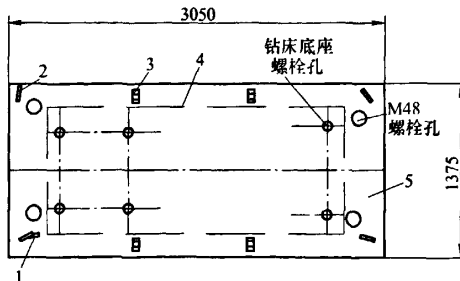

图2 大底板基础平台
(1) 现场搭建安全扶梯,保证安全进出。
(2) 下料大钢板一块,厚度为 50mm,长宽为 3 050mm×1 375mm,放在压力框架底面,将长边靠在压力框架的一边。另下两块 74mm×2 500mm×30mm 小钢板,放在压力框架的两个三角上面,每块小钢板分别用 2 个 M48×1 160mm 高强度双头螺柱和螺母将大钢板拉紧固定,在大钢板底面用 5 个 32t 千斤顶辅助支撑,在大钢板与压力框架相近的内侧面位置,焊接四个小立板,在小立板与压力框架之间用的 140mm×70mm、斜度 20:1 的斜铁塞紧,使大钢板稳固,这样就组成一个机床基础平台(见图 2)。
(3) Z3050×16/1 钻床用麻绳捆绑,在绳索与机床表面接触处垫以胶皮等软性物品,避免擦伤机床,按照正确方法吊到货车上安全运到现场。
(4) 现场根据实际情况用划针样冲划线, 划好钻床安装孔位置, 并用气割割出, 将 Z3050 × 16/1 钻床安全吊到所安放好的钢板上, 钻床立柱靠近所需要加工的螺纹孔位置, 便于加工。用 6 个 M24 × 160mm 六角头螺栓安装把紧钻床底座到基础大钢板上, 在底座的四周也用斜铁与底板固定, 如图 2 吊钩板位置可用斜铁塞紧, 也可另焊小立板。接着用斜铁和厚度为 3mm、长宽为 95mm × 190mm 刹砖板调整钻床主轴与压力框架的垂直度, 量具用 160mm × 100mm、315mm × 200mm 的 90° 宽座角尺进行找正钻床主轴。
(5) 在划好线的孔的位置用固定顶尖对准划好线的样冲眼找正, 然后锁紧钻床, 退下固定顶尖, 换上 35mm、42.7mm 钻头, 依次钻孔扩孔, 加工采用自动进给, 能保证刀纹细、均匀, 也可以提高底孔的表面质量, 加工中以停止进给、主轴转动进行断屑。在 φ42.7mm 底孔快要钻穿时, 减少进给量。如果采用自动进给的, 改成手动进给。避免当钻心刚钻穿框架材料时, 轴向阻力突然减少, 由于钻床进给机构的间隙和弹性变形的突然回复, 将使钻头以很大的进给量自动切入, 以至造成钻头折断或钻孔质量降低。用手动进给操作时, 由于已经注意减少进给量, 轴向阻力较小, 这种现象就可以避免, 孔的质量得以保证。钻孔时用喷壶喷出切削液进行冷却和润滑, 来延长钻头的寿命和提高钻孔质量, φ42.7mm 钻头钻出的孔即为 M48 螺纹的底孔。
(6) 用固定绞手换上 M48 丝锥头锥进行攻螺纹切削余量, 初步形成牙型, 在丝锥方榫后端用固定顶尖进行顶住施加压力 (固定顶尖装在钻床的主轴上), 来保证丝锥与框架上表面垂直, 丝锥往下旋进, 钻床主轴也往下落, 当丝锥的切削部分吃入工件两圈以上时, 不需要用固定顶尖进行顶住施加压力, 继续均匀平衡加力旋转绞手。把方榫的 M48 二锥改成莫氏 3 号锥度并铣扁榫, 装在用快换夹头过渡到攻螺纹用的保险夹头上 (这样可以避免丝锥断裂在孔中), 然后用钻床进行自动机械攻螺纹, 修正成完好的螺纹。攻螺纹过程中要加全损耗系统用油来减少切削阻力、降低螺孔的表面粗糙度值和延长丝锥的寿命。
(7) 在加工完成后, 拆卸工装和摇臂钻床, 清理现场, 把钻床吊出运回机加车间, 对钻床进行检修, 安装